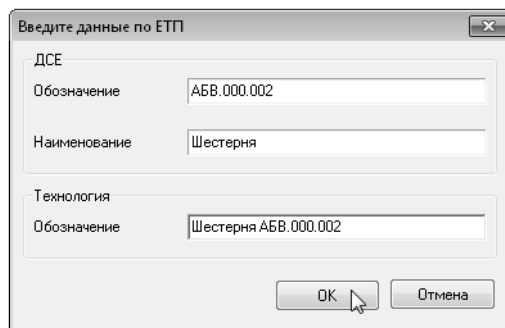

Рис. 13.8.
14. В появившемся диалоге укажите наименование и обозначение ДСЕ, как показано на рис. 13.8. Нажмите кнопку **ОК**.